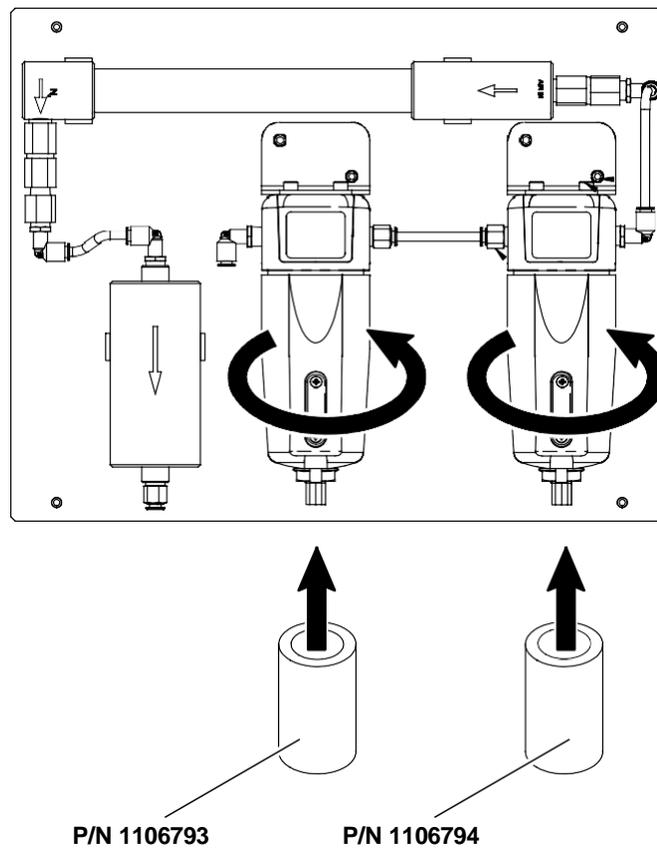

Figura 7 Instalando os elementos do filtro
5. Ver a Figura 7. Instalar os compartimentos, girá-los ¼ de volta no sentido horário para firmá-los. Garantir que os filtros do estágio 1 e estágio 2 estão instalados na ordem correta, como mostrado na Figura 7.